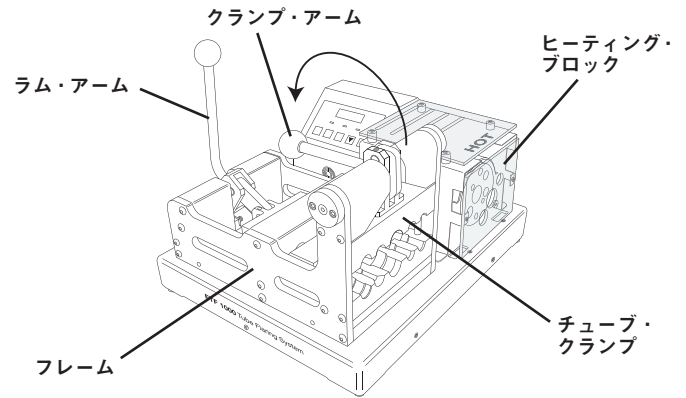
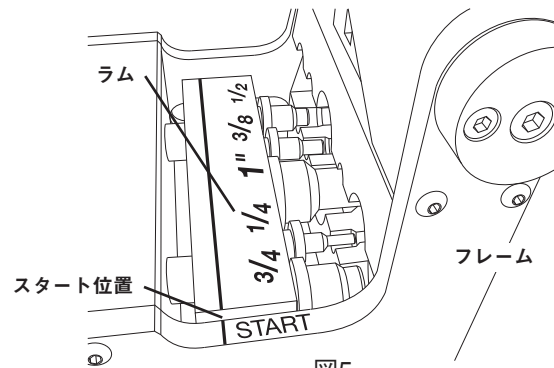

図4
図5
1. クランプ・アームを図に示す向きに動かし、チューブ・クランプ部を完全に開きます。(図4参照)
2. ラム・アームを動かし、ラム上の線をフレームにマーキングされている「START」位置に合わせます。ラム・アームがストッパーで止まります。(図4、図5参照)